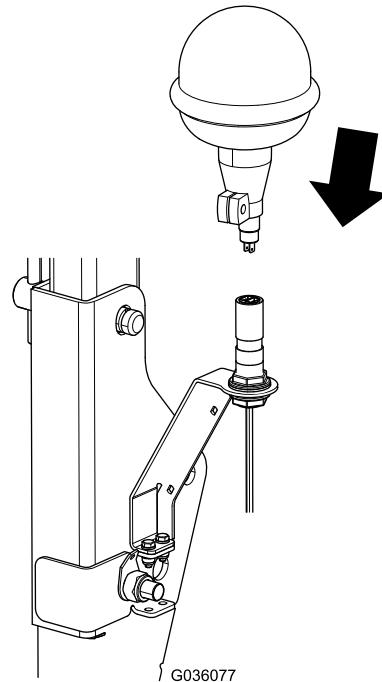

Figura 12
5. Montate la luce di segnalazione sul relativo supporto (Figura 12).